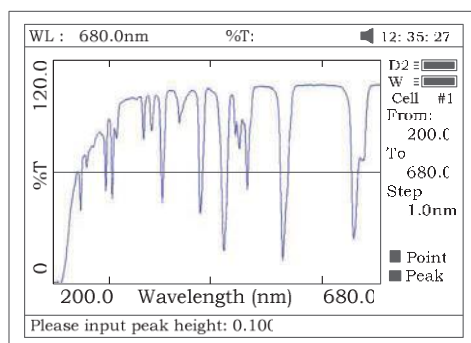
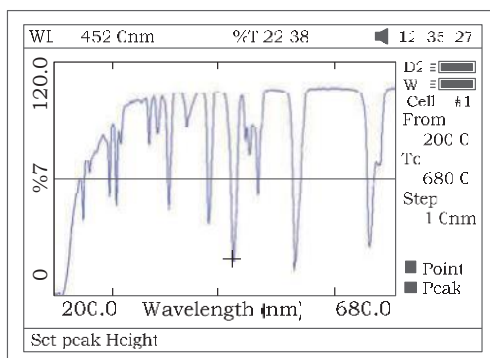

Fig 49
Fig 50
- a) *Pico a pico; pulse **F1** para fijar la “altura del pico” e introduzca el valor pulsando el teclado numérico (Fig 49). Pulse **Λ** para buscar el pico de izquierda a derecha y **V** para buscar de derecha a izquierda. El valor de cada pico encontrado se mostrará en pantalla, uno a la vez (Fig 50).*